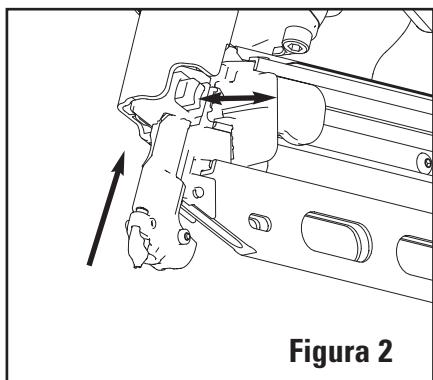

Figura 2
- Presione el botón de seguro y deslice totalmente el aditamiento para conectores de metal en la herramienta como se muestra en la figura 2.